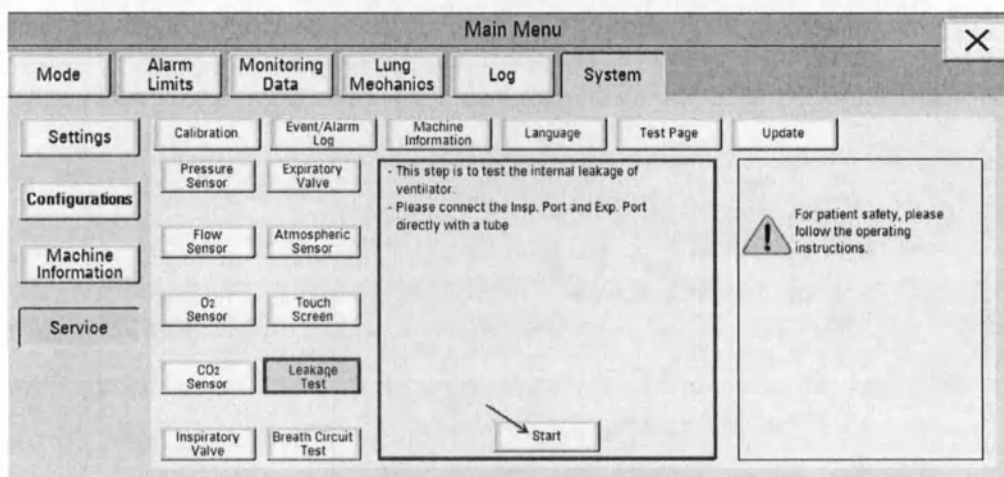
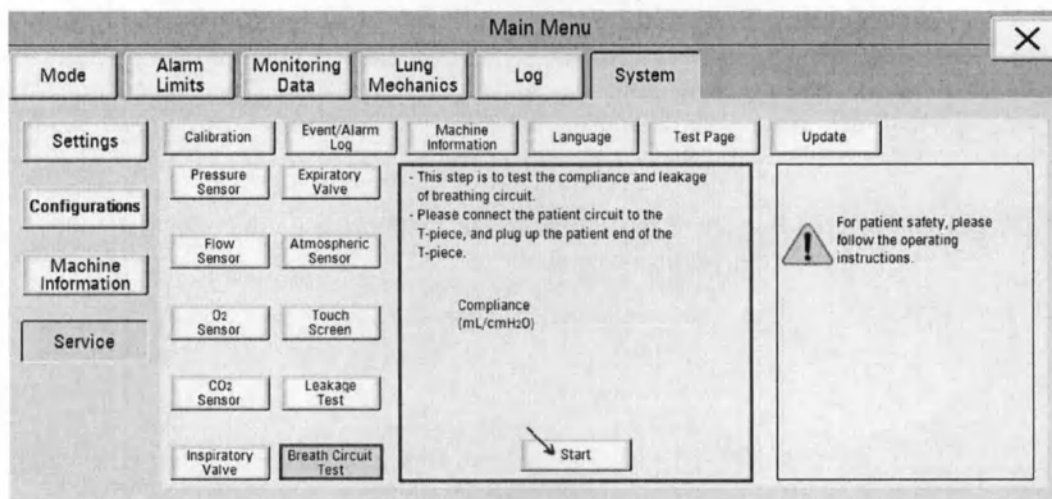

Рисунок 6-60.
Рисунок 6-61.
5. Проверка утечки и тестовая калибровка дыхательного контура. На странице калибровки также есть два кнопки «Проверка утечки» и «Тест дыхательного контура», см. рис. 6-60 и рис. 6-61.